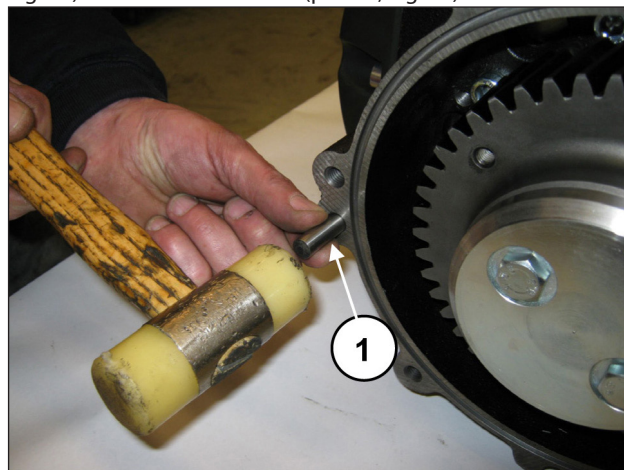
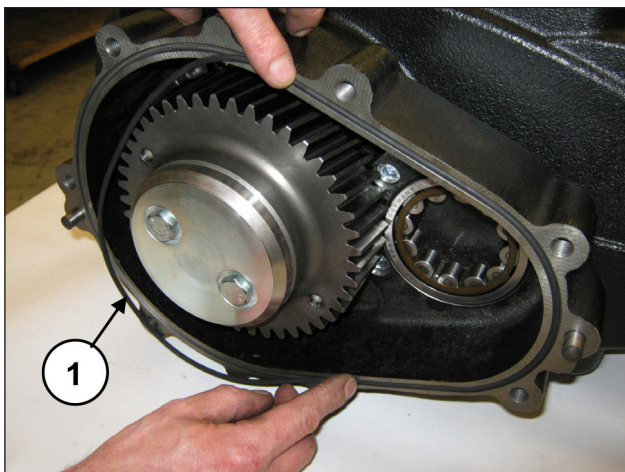

Fig. 78
Fig. 79
Aplique os dois pinos Ø10x24 à caixa do redutor (pos. ①, Fig. 78) e insira o anel circular (pos. ①, Fig. 79).